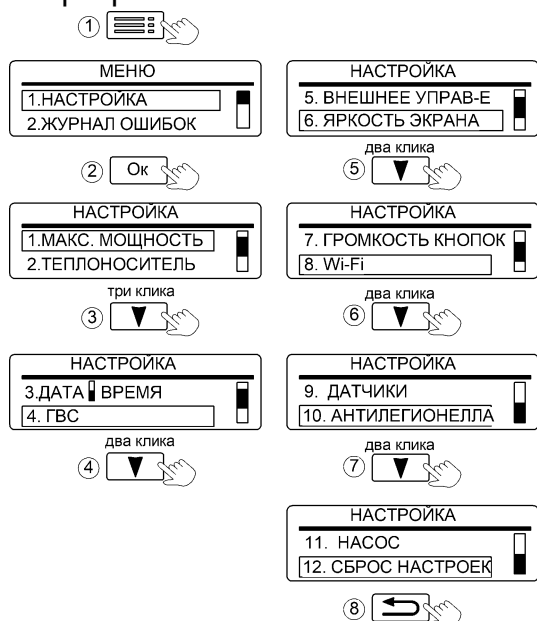

Рисунок 15. Вид вкладки настройка
11.1 Во вкладке «**НАСТРОЙКА**», (см. рис. 15), настраиваются внутренние параметры работы котла.